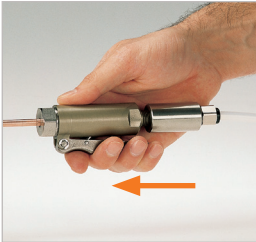

Abbildung 3
- ▶ Stecken Sie den Adapter, mit betätigtem Handhebel (Pos. 2), gerade und vollständig auf den Prüfling (*Abbildung 3*) auf. Dadurch wird eine Beschädigung der Frontdichtung durch eventuell scharfe Kanten am Prüfling vorgebeugt und das richtige Anschließen gewährleistet.